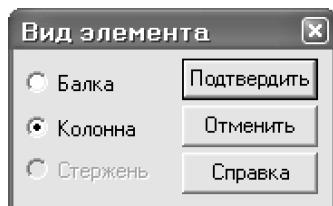

Рис.1.23. Диалоговое окно
- Из меню **Редактирование ⇒ Назначить вид элемента** (кнопка  на панели инструментов) вызовите диалоговое окно **Вид элемента** (рис.1.23).